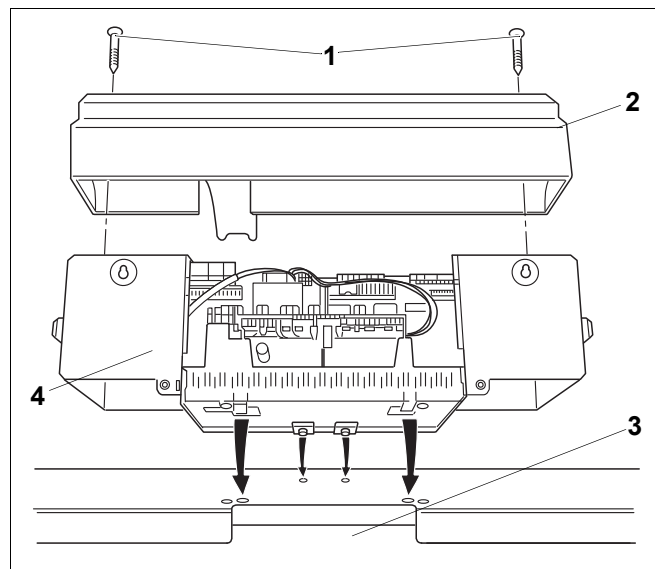

Рис.26 Открытие и установка системы управления Logamatic 4000
- ▶ Слегка наклонив систему управления вперед, установите её так, чтобы передние крюки вошли в овальные отверстия. Сдвиньте систему управления вперед и отклоните назад до защелкивания обоих эластичных крюков справа и слева (стрелки - рис. 26).
- ▶ Установите крышку клеммного щитка и закрепите двумя винтами Рис. 26, стр. 31).